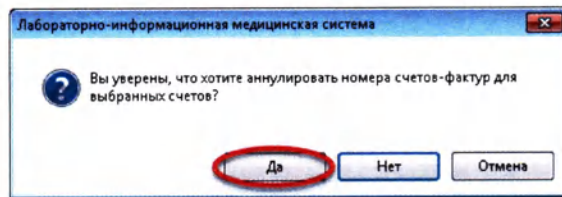

Рисунок 10.18
3. В появившемся диалоговом окне нажмите кнопку «Да» (Рисунок 10.18):